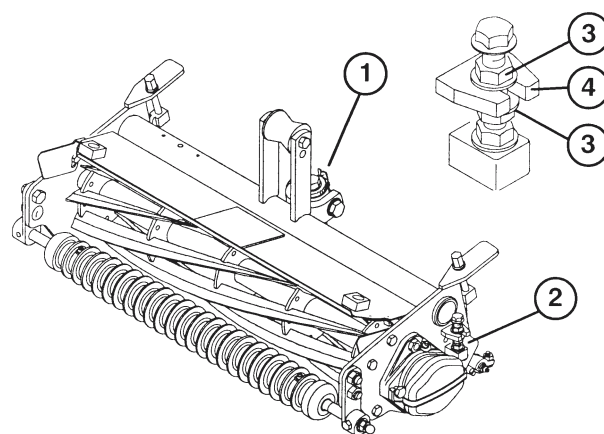

Fig. 1
Knivplaten stilles inn med sylindren (Fig. 1 og 2)
2. Forviss deg om at knivplaten ikke berører sylindren ved å dreie knivplatens justeringsknapp mot urviserne (fig. 1).
5. Skru flensmutrene (fig. 1, innfelt), øverst og nederst på rammetappen, med eller mot klokken for å heve eller senke enden på motstangen. Den nederste flensmutteren må ikke løsnes. Stram flensmutrene mot rammetappen når du ferdig med å justere.